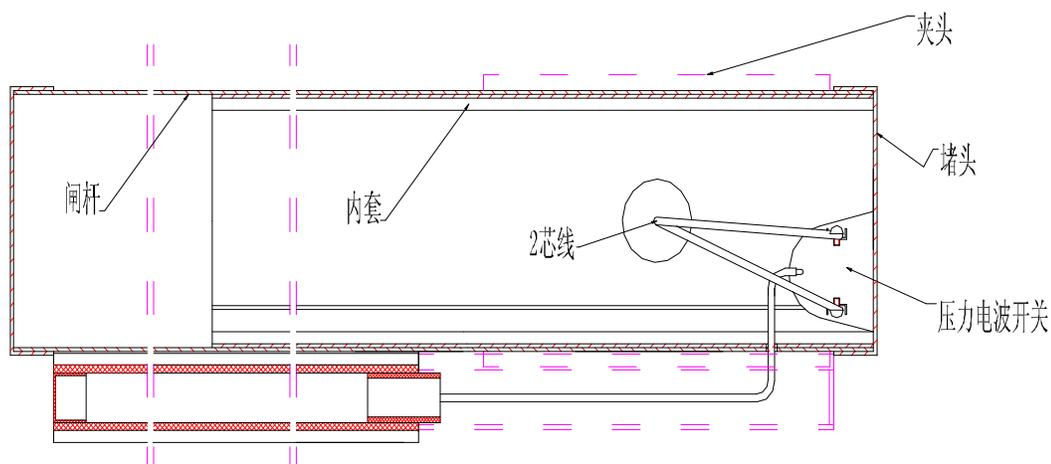

图 11 压力电波装置接线示意图
6) 从主机输出轴中空部分引出一两芯线接到闸杆末端压力电波开关的两接线端子上, 固定牢固(如图 11)。